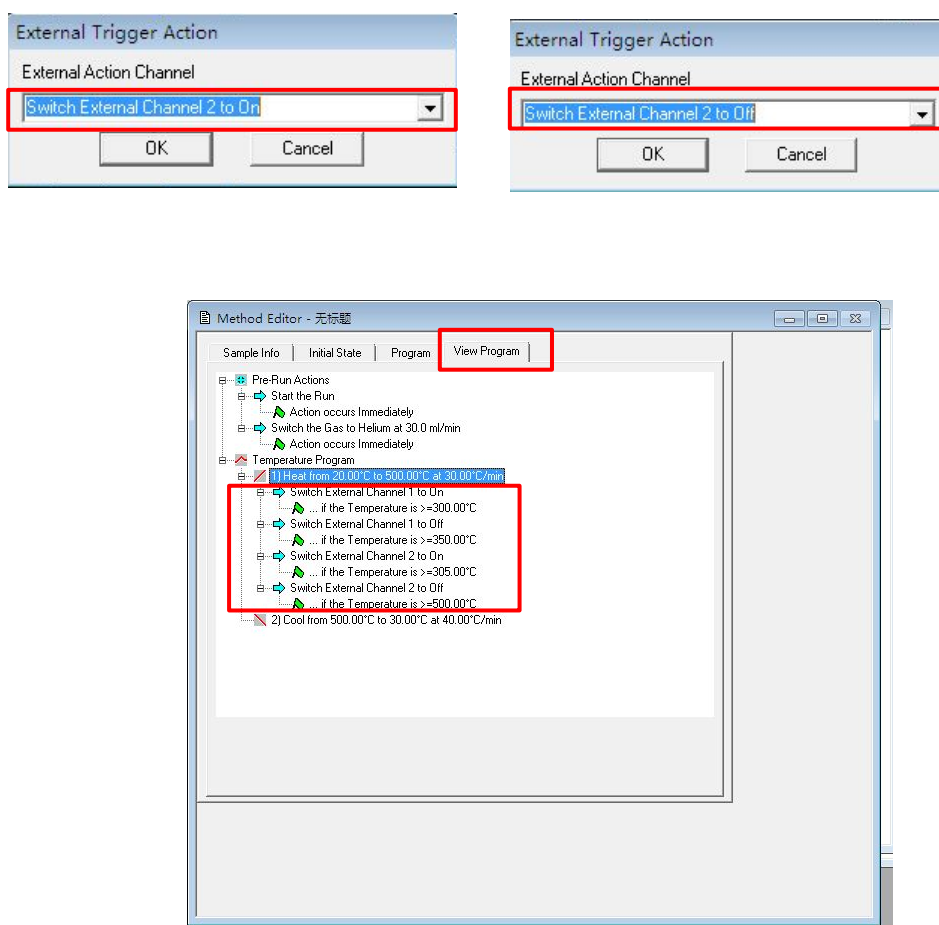

图 10
3.2.3.6 如同 IR 的触发命令设置相同，将通道选为“Channel 2”，即可设置 GCMS 的触发命令。在“View Program”界面里，可以完整的显示全部运行方法。如图 10 所示。